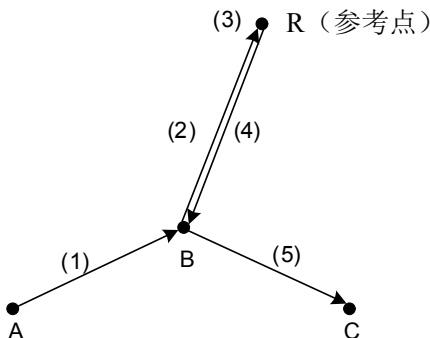

图 4-3-1-1
1、G28 程序段的动作可分解成如下（参见图 4-3-1-1）: